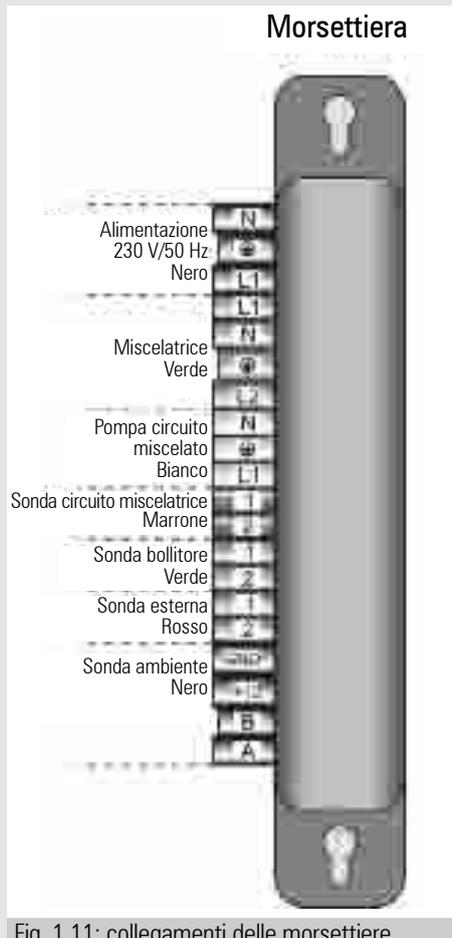

Fig. 1.11: collegamenti delle morsettiere
- event. collegare la sonda di mandata del circuito miscelato e la pompa della miscelatrice alla morsettiera (Fig.1.11). Lo spinotto del cavetto di collegamento della valvola a 3 vie deve essere inserito nella presa del motore